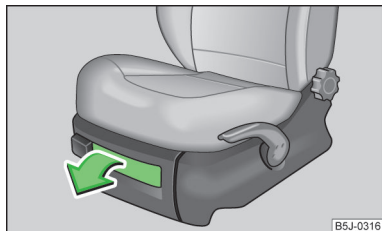

Fig. 73
- » Para abrir la tapa, tirar del asa » fig. 73.